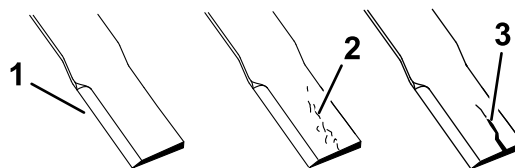

Figura 36
1. Controllate i taglienti (Figura 36).
4. Se notate eventuali crepe o usura, installate immediatamente una nuova lama (Figura 36).